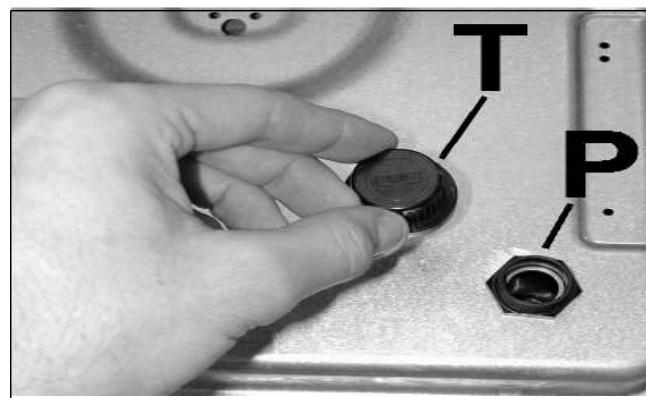

РИС. 12
- Открутите колпачок «T» (см. рис. 12) и вставьте элемент питания (батарейку) на 1,5 В (в комплекте с прибором не поставляется), так чтобы «+» был обращен вниз. Закрутите колпачок.